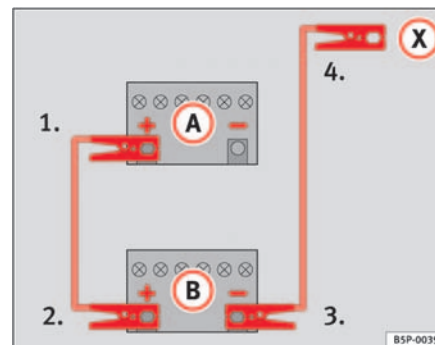

Fig. 156 Schéma de branchement des câbles de démarrage
Sur la ⇒ fig. 156, la batterie déchargée est repérée par la lettre **A** et la batterie fournissant le courant par la lettre **B**.
1. Raccordez une extrémité du câble de démarrage ⇒ fig. 156 rouge à la borne positive (+) du véhicule dont la batterie est déchargée ⇒ ⚠.
4. Sur le véhicule dont la batterie est déchargée, raccordez l'autre extrémité du câble de démarrage noir (X) à une pièce métallique massive fermement vissée sur le bloc-moteur ou au bloc-moteur lui-même, mais pas à proximité de la batterie ⇒ ⚠.